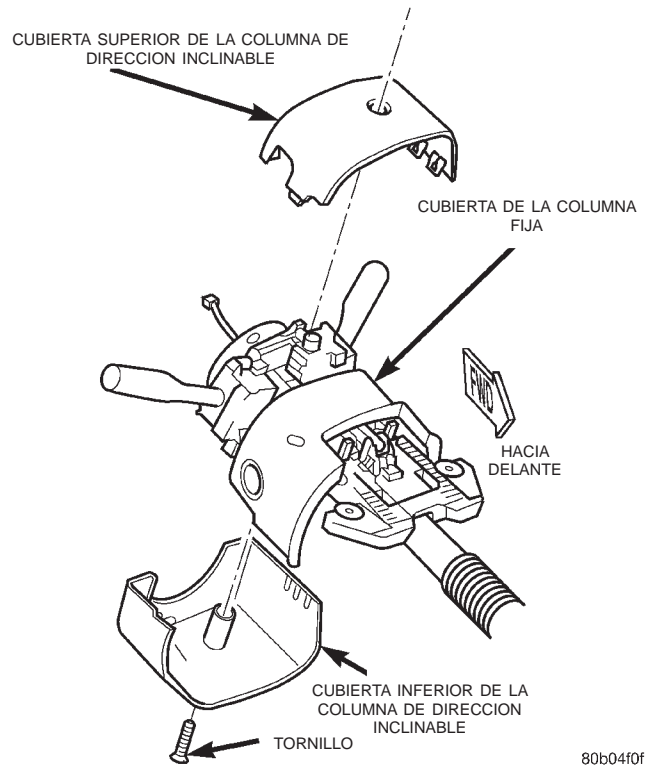

Fig. 9 Desmontaje e instalación de las cubiertas de la columna de dirección
(6) Retire el tornillo que fija la cubierta inferior de la columna de dirección inclinable al alojamiento de instalación del conmutador multifunción de la columna de dirección (Fig. 9).
(7) Separe las dos mitades de la cubierta de la columna de dirección inclinable y retire ambas mitades de la columna de dirección.
(8) Desconecte los conectores del mazo de cables del tablero de instrumentos de los receptáculos del conector inferior del muelle de reloj, del receptáculo del conector del conmutador multifunción derecho y del receptáculo del conector del conmutador multifunción izquierdo.